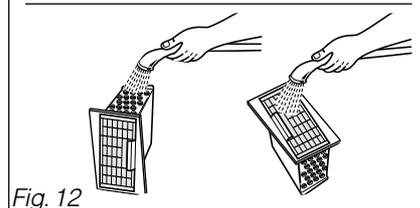

Fig. 12
– Nettoyez-le uniquement avec de l'eau sous le robinet (Fig. 12).